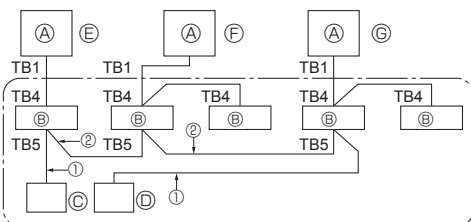

Fig. 9-1
9. Contrôle du système (Fig. 9-1)
- (A) SW 1 - 3 ~ 6 ON OFF (A) Appareil extérieur